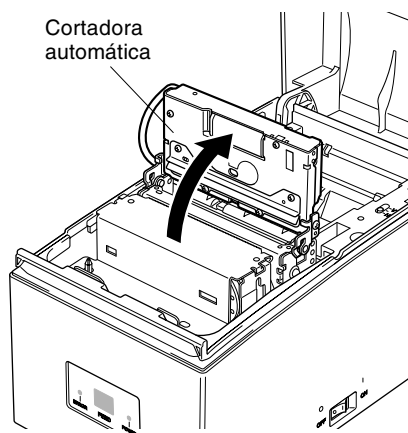

Fig. 5-9 Levantar la cortadora automática
- 3 Levante la cortadora automática y colóquela en posición vertical, tal y como se indica en la Fig. 5-9.
3 Para los modelos con cortadora automática, levante la cortadora automática y colóquela en posición vertical, tal y como se indica en la Fig. 5-9.